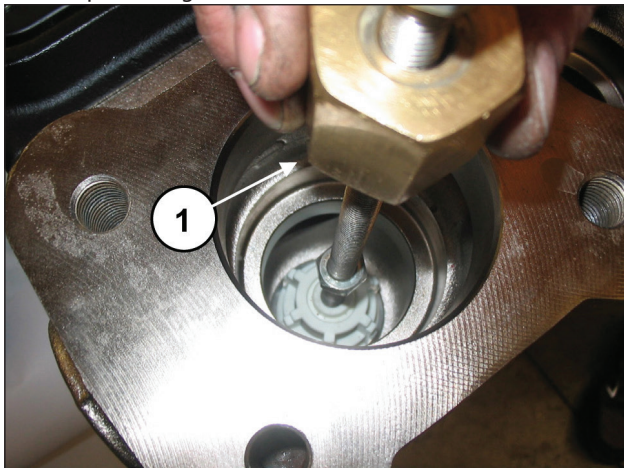

Fig. 94
Extraia o grupo da válvula de aspiração, mediante o uso de um martelo perfurador, para aplicar no furo M10 da guia da válvula (pos. ①, Fig. 94).